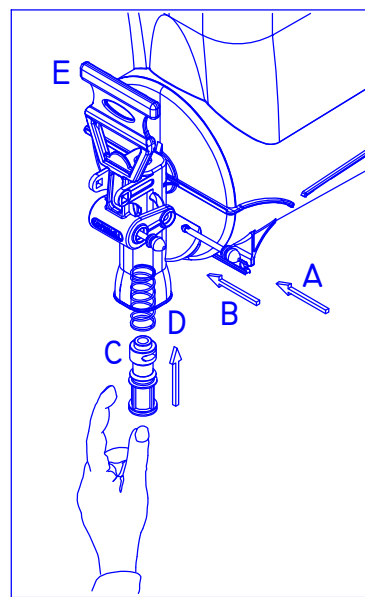

Fig. 24
- 2) Lubrique la válvula **C** con la vaselina suministrada junto con el equipo, empujela junto con el muelle **D** hacia el alojamiento del orificio de salida de producto e introduzca el perno **A**. (Fig. 24)